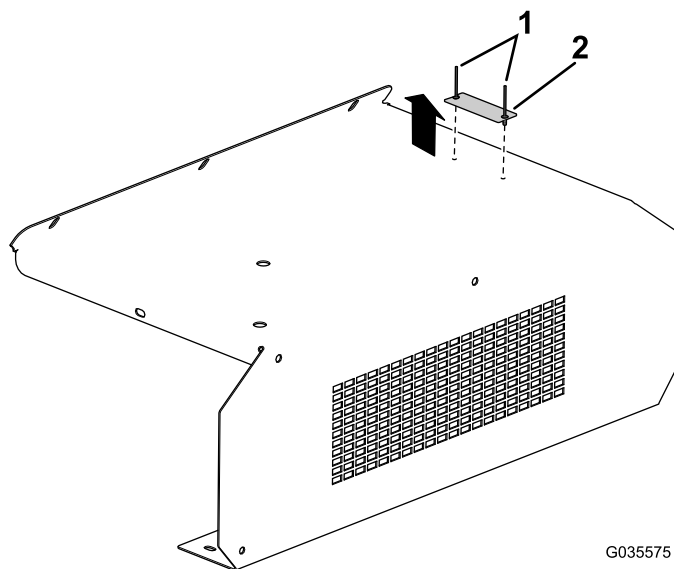

Figura 6
4. Retire a placa de número de série da proteção de lavagem retirada desparafusando os rebites (Figura 6).